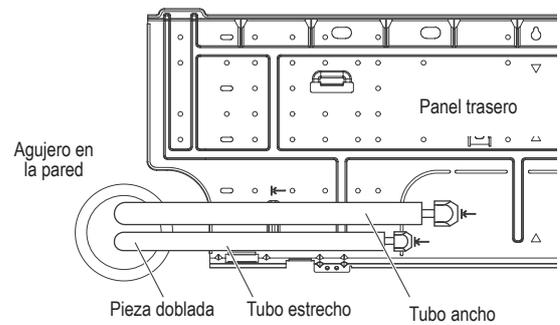

Fig. 5-28
- (1) Pasar la tubería y el tubo de drenaje a través de la pared, dejando espacio suficiente para la conexión. A continuación curvar la tubería usando un codo para hacer la conexión. (Fig. 5-28)
- (2) Intercambiar manguera y tapón de drenaje